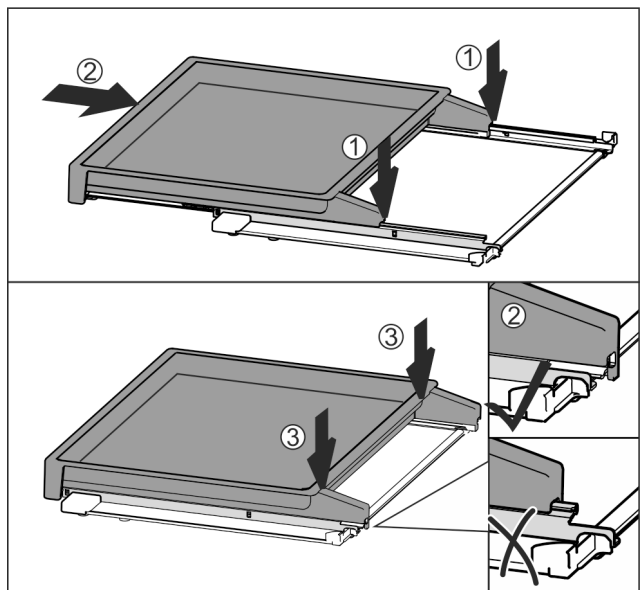

Fig. 113
- ▶ Mittig auf Schienen aufsetzen Fig. 113 (1).
- ▶ Auszugsbord vollständig einschieben Fig. 113 (2).
- ▶ An hinterer Seite drücken bis es hörbar einrastet Fig. 113 (3).